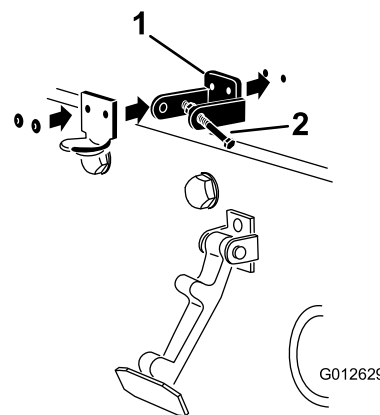

Figure 33
3. Alignez les trous de montage, puis positionnez le support de loquet CE et le support de loquet du capot sur le capot. Le support de loquet doit être appuyé contre le capot (Figure 33). Ne retirez pas le boulon et l'écrou du bras de support de loquet.
5. Rivez les supports et les rondelles sur le capot (Figure 33).